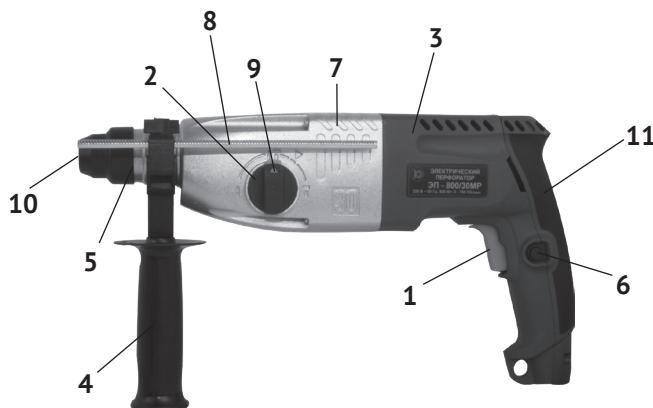

рис. 1
1.6 Общий вид перфоратора представлен на рис.1
1.7 Перфоратор состоит из горизонтально расположенного коллекторного двигателя в пластиковом корпусе (рис.1 поз.3), выполненном заодно с рукояткой. К корпусу двигателя крепится металлический корпус редуктора, в котором расположен механизм, передающий вращательное и возвратно-поступательное движение на рабочий инструмент. Крутящий момент с якоря электродвигателя через шестерни, передаётся на ствол с патроном SDS – plus (рис.1 поз.5), расположенный соосно с двигателем. Тип ударного механизма перфоратора - электропневматический. Эксцентриковый подшипник преобразует вращательное движение якоря в возвратно-поступательное движение поршня. С поршня ударник передаёт энергию удара на ствол с патроном SDS – plus. На корпусе редуктора слева расположен переключатель режимов (рис.1 поз.2) с фиксатором (рис.1 поз.9) в трёх режимах: «сверление» /«сверление с ударом» / «удар».
В зависимости от вида выполняемой работы, в патрон SDS – plus вставляется необходимая насадка (пика, долото, сверло) с соответствующим хвостовиком, или переходник SDS-plus/сверлильный патрон для установки сверлильного патрона, если необходимо работать в режиме «сверление». Дополнительная рукоятка (рис.1 поз.4) хомутом крепится на корпусе редуктора (рис.1 поз.7). Фиксируется рукоятка, закручиванием по часовой стрелке, в любом положении (от 0° до 360°), что удобно пользователю, как «правше», так и «левше».
Б отверстие левой части суппорта рукоятки вставляется, при необходимости, стержень-ограничитель глубины сверления (рис.1 поз.8). Он фиксируется в выбранном положении винтом-барашком.
1.8 Клавиша выключателя (рис.1 поз.1) расположена в передней части рукоятки. Включение/отключение инструмента осуществляется нажатием на клавишу выключателя. Силой, приложенной к клавише, регулируется число оборотов и частота ударов перфоратора. Нажатием кнопки (рис.1 поз.6), клавиша фиксируется в рабочем положении с максимальным числом оборотов (максимальной частотой ударов). При повторном нажатии на клавишу, она и кнопка фиксации (со щелчком), возвращаются в исходное положение – выключено.
- работу переключателя режимов работы (рис.1 поз.2) и фиксации его в 3-х
При замене рабочих насадок следите за тем, чтобы колпачок (рис.1 поз.10), защищающий патрон от попадания пыли, не был повреждён.
- вставить стержень фиксации глубины сверления (рис.1 поз.8) в отверстие;
- фиксация клавиши в рабочем положении осуществляется нажатием на кнопку (рис.1 поз.6);
Нажав кнопку (рис.1 поз.9) в верхней части рукоятки (рис.1 поз.2), начните поворот к режиму с условным знаком, приведённым ниже. Отпустите кнопку фиксатора. При достижении выбранного положения, рукоятка зафиксируется, а кнопка фиксации (со щелчком) вернётся в исходное положение.
- при работе в режиме сверление без удара, переключатель (рис.1 поз.2) установить в положении «сверло». При этом режиме перфоратор может работать с патроном SDS – plus, но, как правило, устанавливается ключевой патрон;
- при работе в режиме сверление с ударом, переключатель (рис.1 поз.2) в положении «сверло с молотком»;
- при работе в режиме долбление, переключатель (рис.1 поз.2) в положении «МОЛОТОК».
3.2 Для замены щёток необходимо открутить и снять крышку двигателя (рис.1 поз.11). Щётки следует заменять парой для обеспечения равной степени их давления на коллектор якоря.